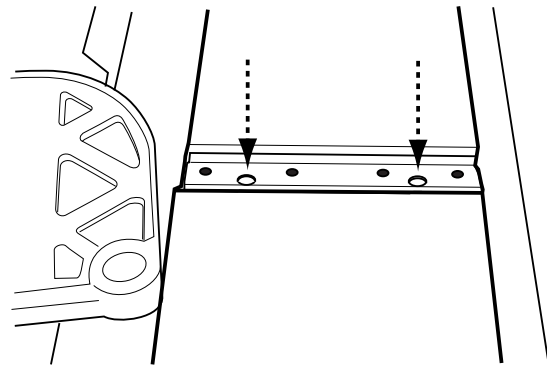

FIGURE 9
- Localiser les deux vis de réglage sur la lame exposée. Voir Figure 9.